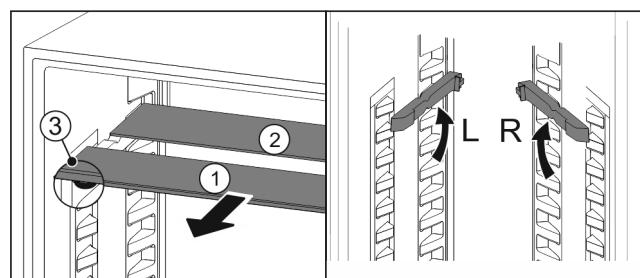

Fig. 104
- По одной извлеките Fig. 104 (1) стеклянные панели движением вперед.
- Стеклянная панель Fig. 104 (1) с декоративной планкой лежит спереди.
- Стопоры Fig. 104 (3) показывают вниз.